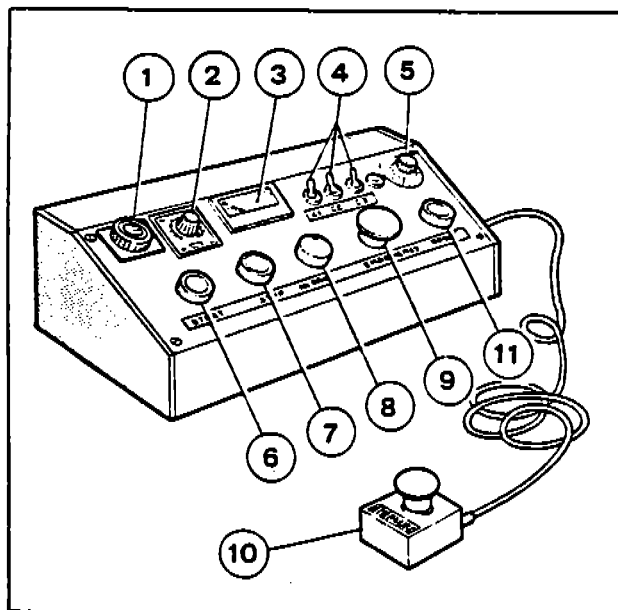

Fig. 36
- a) Position the control stand (Fig. 36) in the area where the operator should stand. Position also the emergency stop push button in an area easy to reach by the foot of the operator.
- a) Portare il pannello (Fig. 36) comandi in posizione tale da essere facilmente accessibile al manovratore.
a) Controllare che il pulsante (10-Fig. 36) «RESET» sia illuminato, in caso contrario, sbloccare i pulsanti (9-10-Fig. 36) «EMERGENCY» ruotandoli in senso orario, vedi freccia.
b) Premere brevemente il pulsante (8-Fig. 36) «ALLARM» per controllare se arriva tensione ai servizi (funzionerà la tromba allarme). In caso contrario vedi capitolo 4.0 - RICERCA GUASTI.
- a) Twist clockwise to run position the emergency push button (Fig. 36, 9-10) if locked.
c) Controllare se il freno funziona in automatico: premere il pulsante (6-Fig. 36) «START» e prima che il convoglio si metta in movimento premere il pulsante (9-10-Fig. 36) «EMERGENCY».
Durante questa fase, premendo il pulsante (6-Fig. 36) «START» si devono aprire le ganasce freno e premendo il pulsante (9-10-Fig. 36) «EMERGENCY» si devono chiudere.
Sbloccare poi il pulsante (9-10-Fig. 36) «EMERGENCY» ruotandolo in senso orario (freccia).
- a) Se la giostra è bloccata, sbloccare il pulsante (9-10-Fig. 36) «EMERGENCY».
- b) Premere il pulsante (11-Fig. 36) «RESET».
- c) Ruotare la manopola (5-Fig. 36) «REGOLAZIONE VELOCITA» in posizione di minimo.
- d) Regolare il temporizzatore di frenata (2-Fig. 36) «TF» a circa 1 secondo.
- e) Regolare il temporizzatore del giro (1-Fig. 36) «T» a circa 1 minuto.
- f) Premere il pulsante (6-Fig. 36) «START» e lasciare procedere lentamente il convoglio **VUOTO** fino al completamento del primo giro, portare poi la velocità al massimo ruotando la manopola regolazione velocità (5-Fig. 36).
In base alla posizione di fermata convoglio in stazione (più avanti o più indietro in riferimento alla pedana di accesso al convoglio), regolare il tempo di frenata agendo sull'apposito temporizzatore (2-Fig. 36) «TF».
! Nella regolazione del freno, tenere presente che il convoglio può andare solo in marcia avanti, pertanto regolare un tempo di frenata più lungo e poi, se necessario, far avanzare il convoglio nella giusta posizione agendo sui pulsanti (6-Fig. 36) «START» e (9-10-Fig. 36) «EMERGENCY».
- c) Regolare il tempo di frenata considerando il carico sul convoglio tramite il temporizzatore (2-Fig. 36) «TF».
- d) Regolare il tempo della corsa tramite il temporizzatore del giro (1-Fig. 36) «T».
- e) Premere il pulsante (8-Fig. 36) «ALLARM» per dare il segnale partenza.
- f) Premere il pulsante (6-Fig. 36) «START» e attendere la fermata automatica in stazione.
- a) Spegnerle le luci tramite gli interruttori (4-Fig. 36).